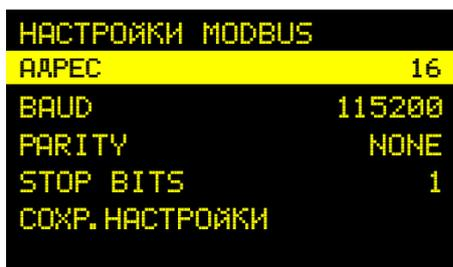

Рисунок 15 - Настройки MODBUS
2.4.3.2 В подразделе «НАСТРОЙКИ MODBUS» производится изменение значений пунктов: АДРЕС (сетевой адрес контроллера), BAUD (скорость в бит/с: от 1200 до 115200), PARITY (бит чётности: допустимые значения EVEN, NONE, ODD), STOP BITS (параметр связи: допустимые значения от 1 до 2) (см. рисунок 15).